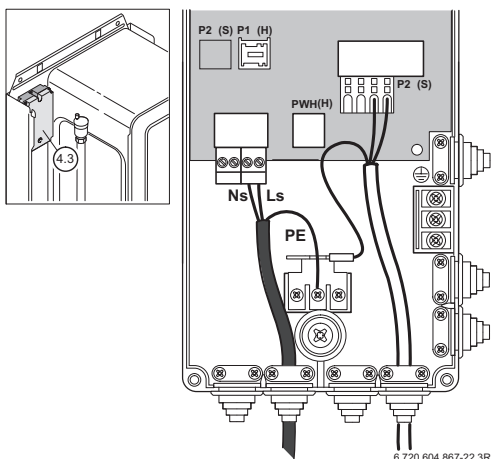

Fig. 31
- Infilare il cablaggio del circolatore nel passacavo, fig. 31.
- Collegare il cablaggio nel modulo di collegamento circolatore (4.3) presente in caldaia, come da fig. 31.